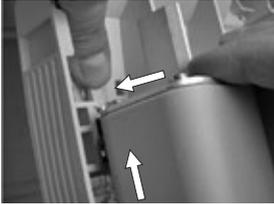
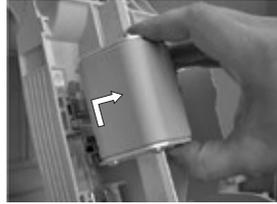

Figura 19
Figura 20
- Presione el botón de liberación para trabado de eslabones-fusibles (Figura 19) y, de inmediato, aparte y retire el eslabón-fusible del portafusible (Figura 20).